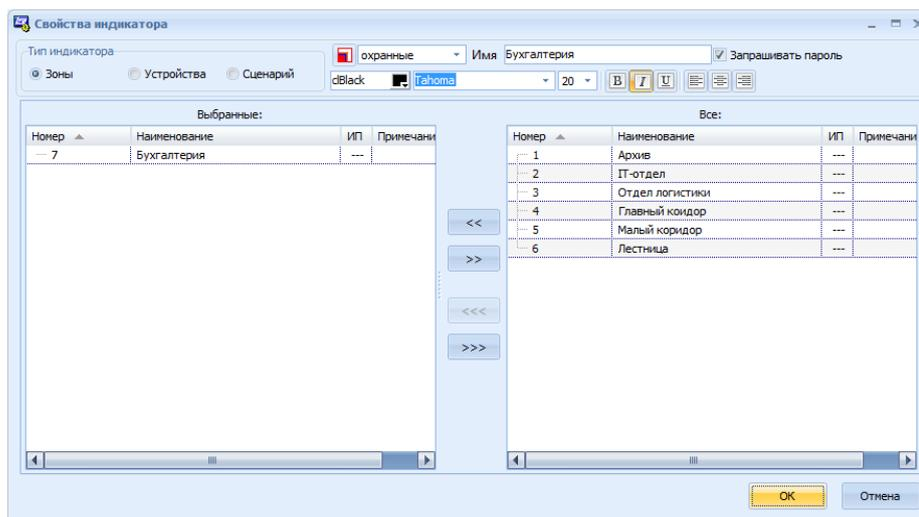

Рис. 7 Окно Свойства индикатора, добавление зоны *Бухгалтерия* на ячейку индикации
1. С помощью двойного щелчка мыши по ячейке индикации открыть окно **Свойства индикатора** (Рис. 7);
5. Из поля **Все** перенести нужную зону в поле **Выбранные** и нажать **Ок** (Рис. 7).